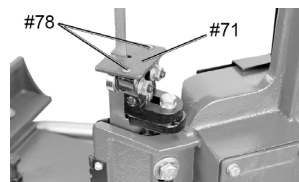

Fig. 11
4. Enlevez les deux vis (n° 78) et retirez ensuite le déflecteur de coupe horizontal (n° 71 [fig. 11]).
1. Enlevez les vis (n° 78) retenant la table de coupe verticale (n° 134) en place (fig. 11 et 12).